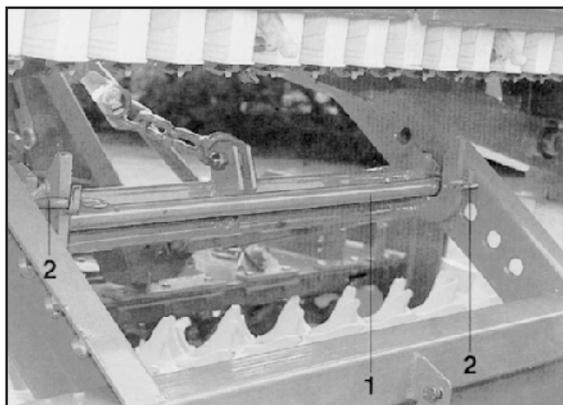

Рис. 23
- Захватить при помощи сцепной рамы сцепной вал (рис. 23/1) рядовой сеялки под семенным ящиком и зафиксировать двумя болтами (рис. 23/2) с пружинными чеками.